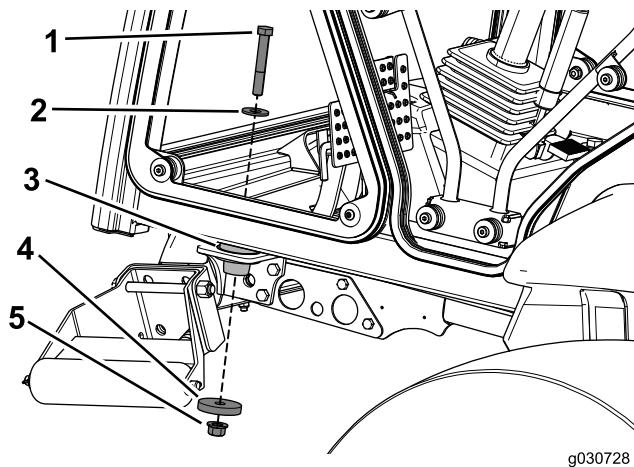

Figura 28
6. Utilize um parafuso (1/2 x 3-1/4 pol.), uma anilha de 1-3/8 pol., uma anilha de 2-1/4 pol. e uma porca de bloqueio (1/2 pol.) para prender a cabina às montagens frontais na máquina (Figura 28).